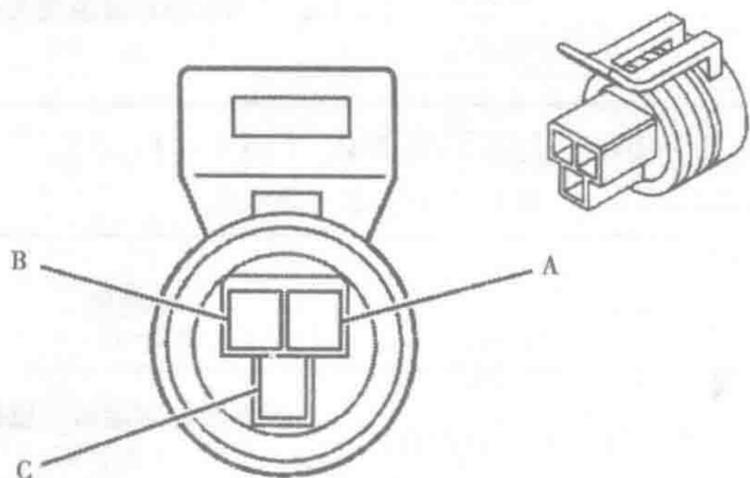

图 1-1-18 空调制冷剂压力传感器 (MR140) 连接器端子图
10. 空调制冷剂压力传感器连接器 (MR140) 端子图 (图 1-1-18) 及端子功能表 (表 1-1-10)